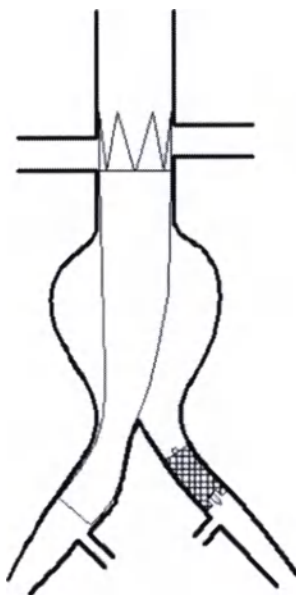

Рис. 10. Установка заглушки.
- Поместите заглушку в противоположной части подвздошной артерии (**рис. 10**).